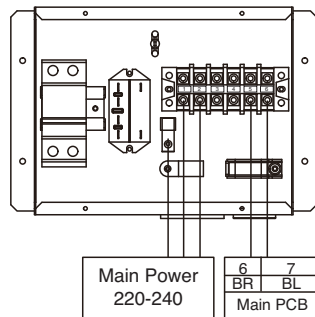

Fig. 2
**Stap 2.** Sluit de watertankset aan op de netspanning zoals in de onderstaande afbeelding 2 is aangegeven.
**Stap 3.** Sluit de watertankset aan op de hoofd-pcb-kaart 1 zoals in de onderstaande afbeelding 2 is aangegeven.